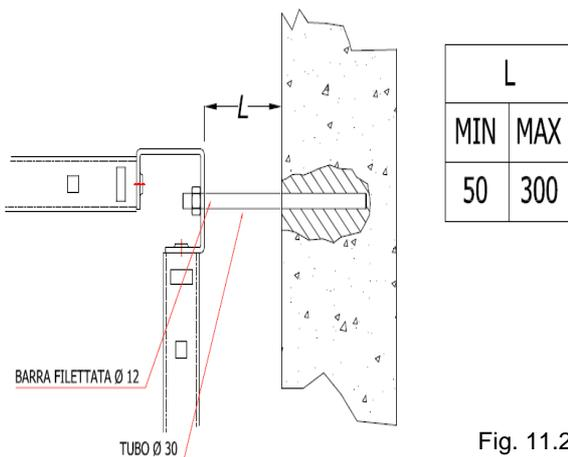

Fig. 11.2
- ✓ Per questa ipotesi di fissaggio della struttura riferirsi alle indicazioni nel riquadro per la distanza L MIN e MAX (Fig. 11.2)